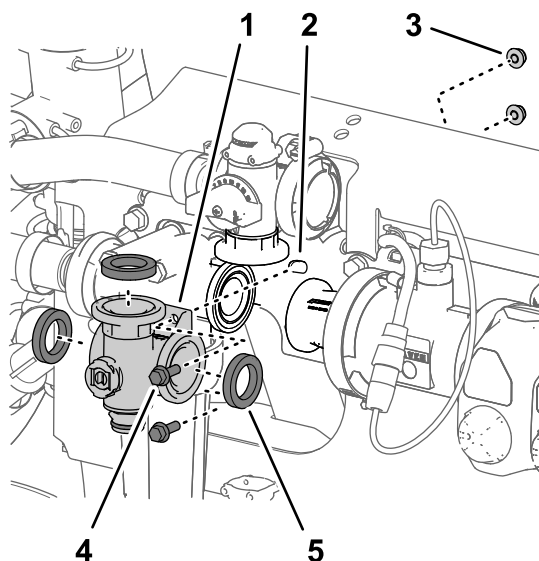
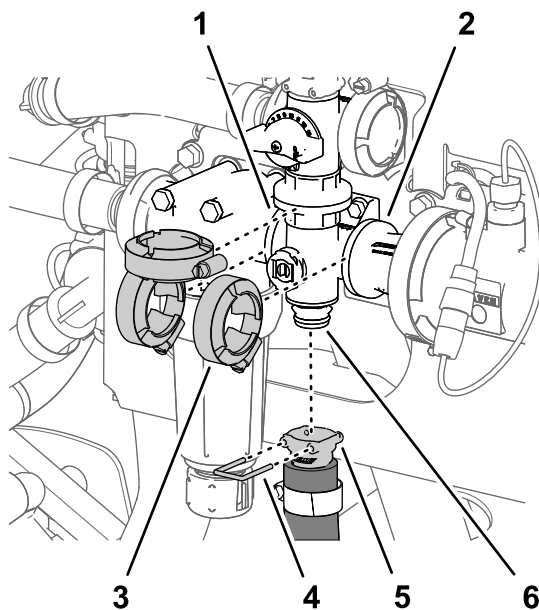

Рисунок 116
Рисунок 117
1. Совместите фланец коллектора клапана перемешивания и 3 прокладки с фланцами перепускного клапана перемешивания, головки фильтра линии нагнетания и переходного соединителя (Рисунок 116 и Рисунок 117).
перемешивания, головке фильтра линии нагнетания и переходному соединителю (Рисунок 117) с помощью 3 фланцевых хомутов, снятых при выполнении действий, описанных в разделе Демонтаж коллекторного клапана перемешивания (страница 89).
5. Затяните 3 фланцевых хомута от руки (Рисунок 117).
6. Установите быстроразъемный соединитель шланга перемешивания на быстроразъемный штуцер коллектора клапана перемешивания при помощи штифта быстроразъемного соединения (Рисунок 117).